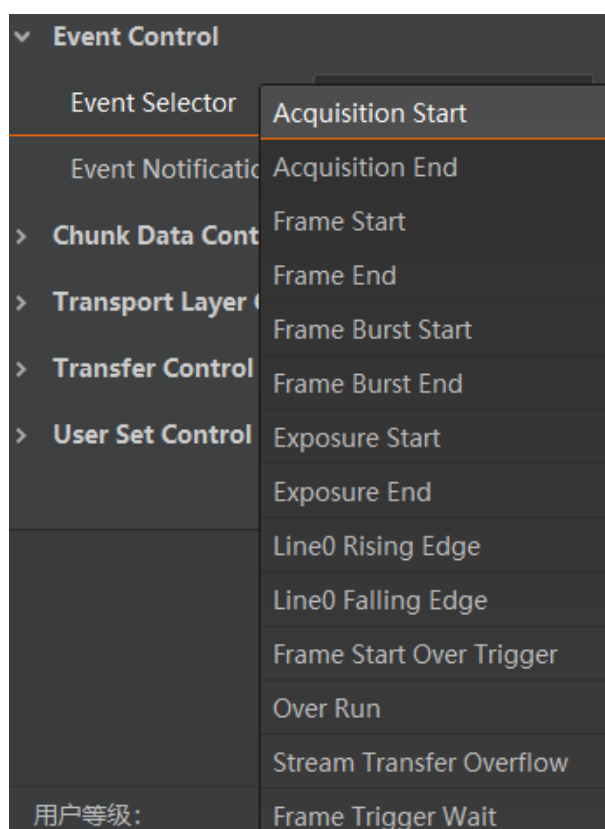

图8-11 选择需要查看的事件
1. 在属性 *Event Control* 下，参数 *Event Selector* 处下拉选择需要查看的事件，如图 8-11 所示。